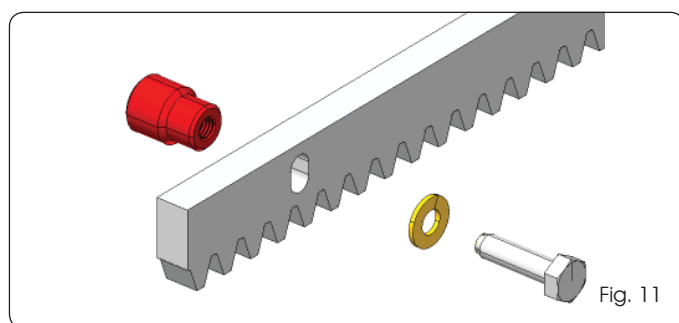

Fig. 11
5.4.1 CREMALHEIRA DE AÇO A SER SOLDADA (Fig. 11)